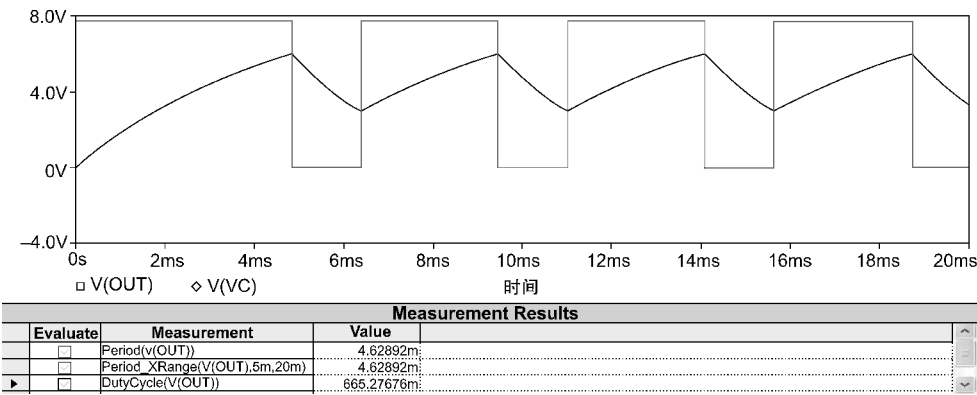

图 19.7 仿真结果和测量值
- 9. 如果测量结果未显示在屏幕图形显示窗口中，选择菜单 **View > Measurement Results** 对测量结果进行查看。仿真结果应该与图 19.7 所示相似。